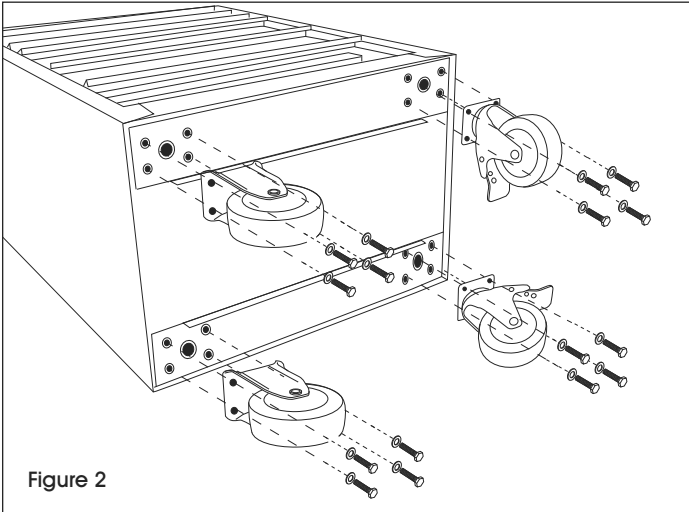

Figure 2
2. Alignez les trous pour les boulons de la roulette sur ceux de l'armoire à outils. (Voir Figure 2)